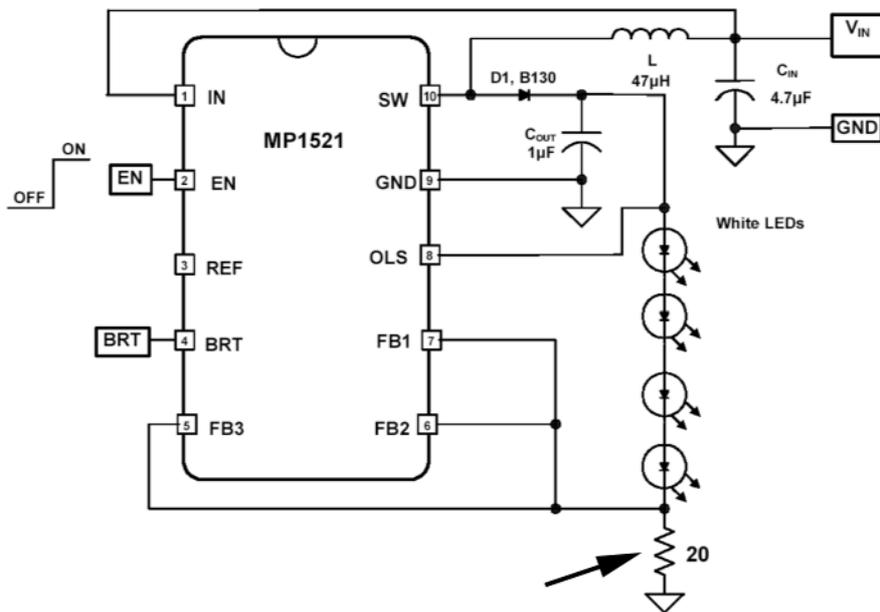

Abbildung 8.1.28 LED-Speisung über Spannungswandler (2). Ein hocheffektiver Wandler mit Konstantstromausgang (MPS)
- die LEDs in Reihe schalten (vgl. auch Abbildung 8.1.28).